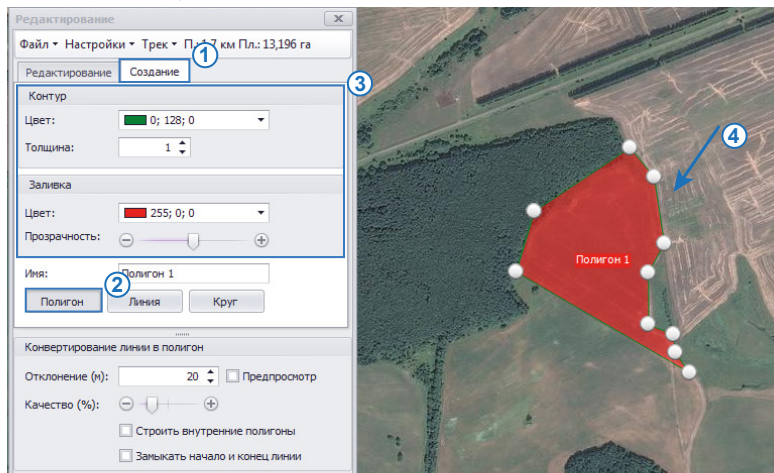

Рис.2. Создание поля.
- в Редакторе КТ и полигонов перейти на вкладку «Создание» (Рис.2, п.1);
- выбрать тип геозоны «Полигон» (Рис.2, п.2);
- настроить параметры создаваемой геозоны: выбрать цвет и толщину контура, настроить заливку и задать имя (Рис.2, п.3);
- при помощи инструмента «Полигон» отрисовать поле на карте (Рис.2, п.4). После отрисовки нажать клавишу «Enter» для создания новой геозоны;